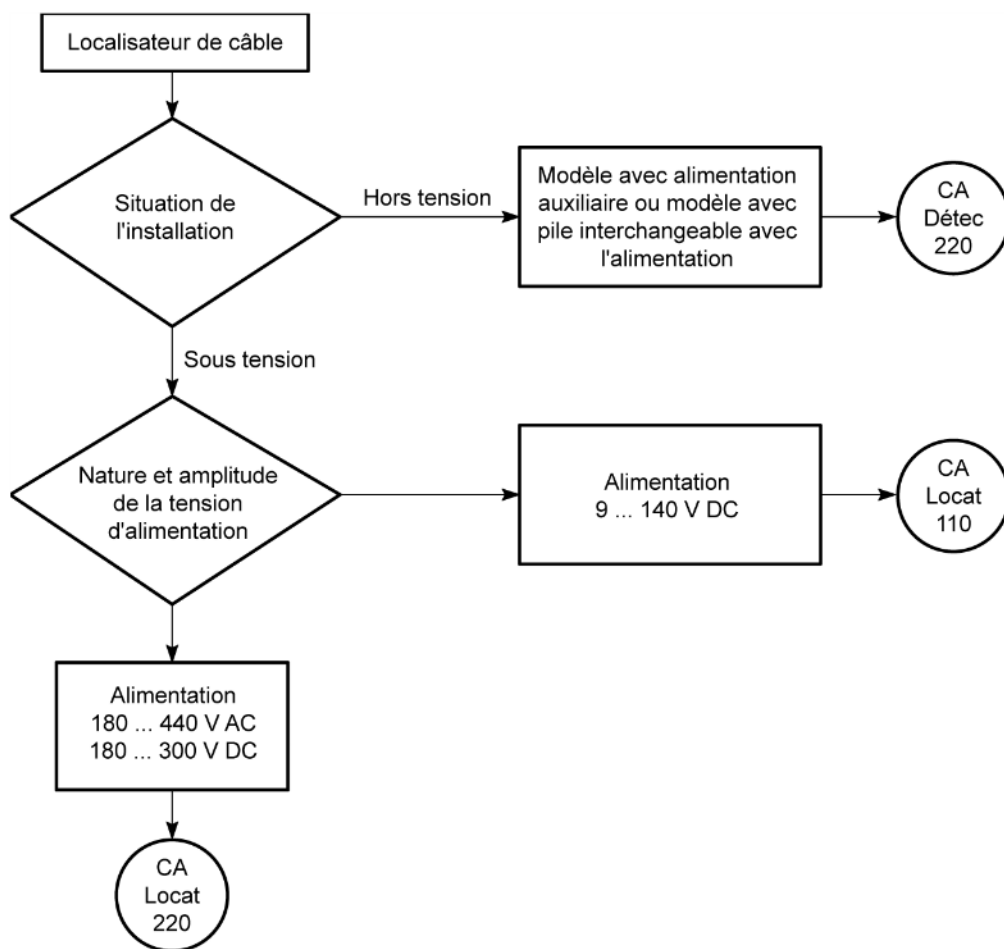

Figure 13.27 – Choix d'un localisateur de câble.
13.3.2 Comment choisir son localisateur de câble (figure 13.27) ?